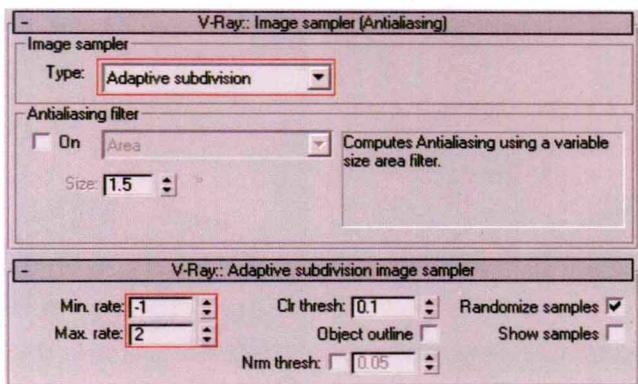

图1.10 自适应细分的采样
**STEP 01** 在图像采样（抗锯齿）菜单中，选择Adaptive subdivision（自适应细分）采样方式，保持默认的采样比率搭配-1、2，如图1.10所示。